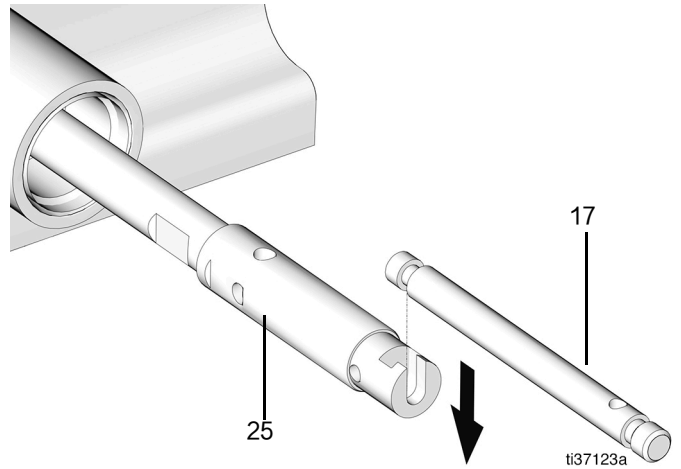

图 60
15. 将铲杆 (17) 放入泵活塞 (25) 的凹槽中（图 60）。